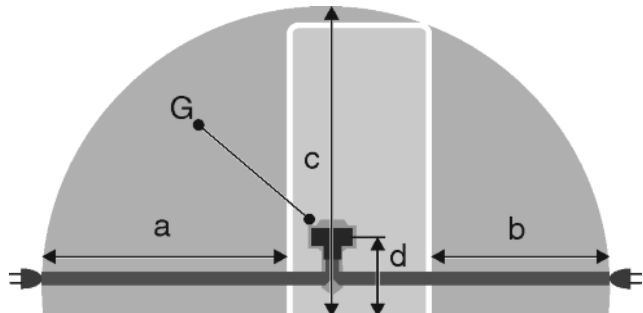

Fig. 50
- Gniazdo znajduje się poza tylną częścią urządzenia w podanym obszarze Fig. 50 (a, b, c).
- ▶ Wtyczkę urządzenia Fig. 50 (G) podłączyć z tyłu urządzenia. Zwrócić uwagę na prawidłowe ząbienie.